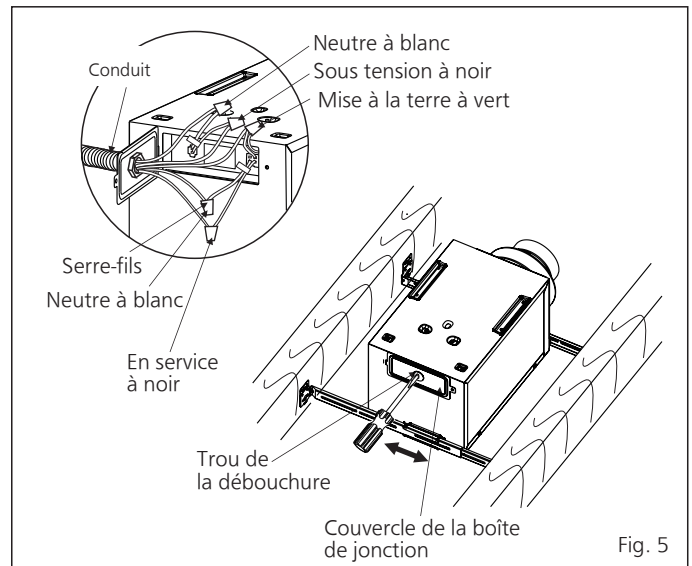

Fig. 5
7. Retirez le trou de la débouchure du couvercle de la boîte de jonction, et retirez le couvercle de la boîte de jonction. Puis fixez le conduit ou le réducteur de tension au trou de la débouchure de la boîte de jonction. (Voir Fig. 5)
8. Reportez-vous au schéma de connexions à la page 5. Respectez les codes de sécurité électrique locaux ainsi que le code électrique national. Avec des capuchons de connexion homologués UL, connectez les fils d'alimentation secteur aux fils du ventilateur. (Voir Fig. 5)